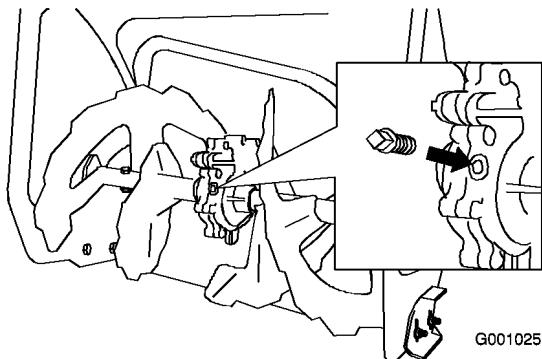

Figure 49
- Nettoyez la surface autour du bouchon de tuyau (Figure 49).